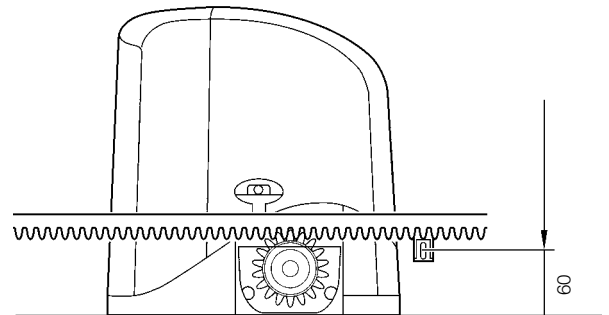

Figure 10
- Vérifier que dans les points de fixation de la crémaillère sur le portail, il y a une surface adaptée à la fixation. Avec la crémaillère CR100 voir figure 10.